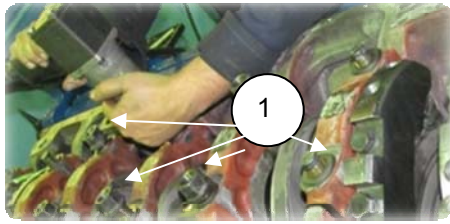

Рис. 2.58.1
1. Отвернуть 14 гаек M22 (1) (S=32) (рис. 2.58.1);